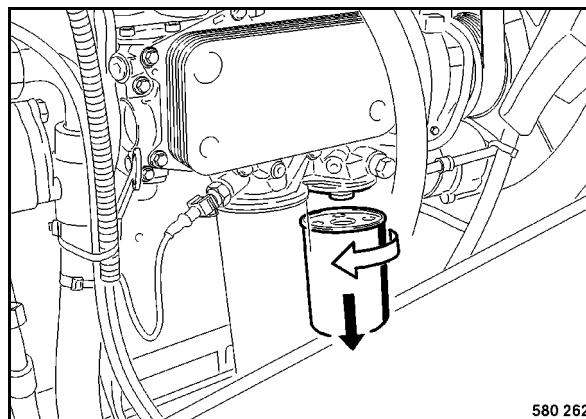

Fig. 106
- Soltar y desenroscar el cartucho filtrante (Fig. 106) con una llave de cinta apropiada.